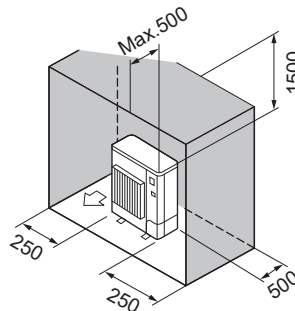

Abb. 2-8
- ⑥ Hindernisse nur auf der Rückseite, beiden Seiten und der Oberseite (Abb. 2-8)